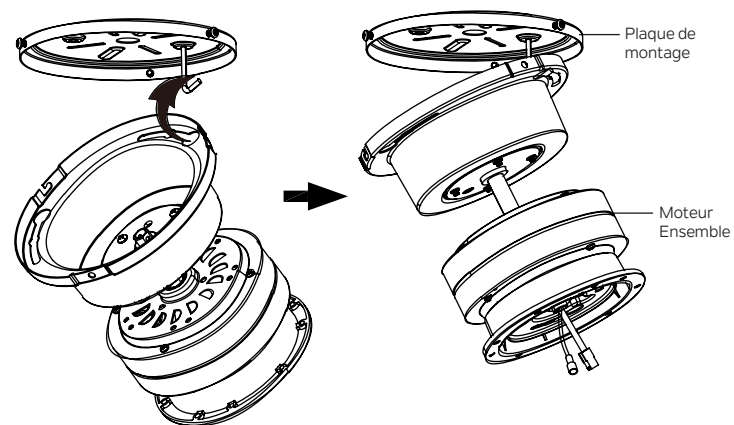

Fig. 5
Étape 2. Accrochez l'ensemble du moteur sur la plaque de montage comme illustré. Vous pouvez maintenant procéder au câblage électrique de votre ventilateur. (Fig. 5)